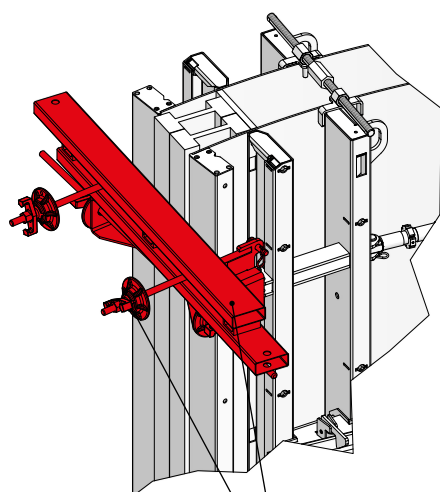

Abb. 17.4
3. Über die beiden Stirnanker wird eine Richtschiene geschoben und mit zwei Gelenkflanschnuttern fixiert (Abb. 17.4). Der Stirnanker hat ein 15 mm DW-Gewinde. Die Art der Richtschiene richtet sich nach der Wandstärke. Stirnanker, Flanschnutter und Richtschiene nehmen den Betondruck, der auf die Abschaltung wirkt, auf.